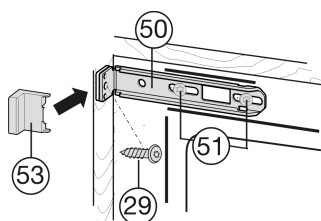

Fig. 23
- Desserrer un peu les vis Fig. 23 (51).
- Visser à fond la cornière supérieure de fixation Fig. 23 (50) à la paroi du meuble avec une vis à panneaux d'agglomérés Fig. 23 (29) $\varnothing 4 \times 19$.
- Enlever les parties du cache Fig. 23 (53) dépassant en les cassant.
- Resserrer les vis Fig. 23 (51).
- Poser le cache Fig. 23 (53).